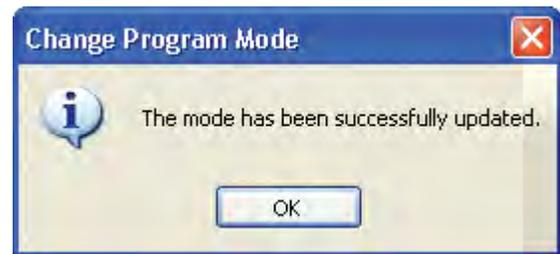

Figure 4.58 : Changement de mode
- Lorsque le mode est changé, le logiciel le confirme en faisant apparaître la boîte de dialogue de la figure 4.58.
- Lorsque le mode est modifié, le logiciel le confirme en faisant apparaître la boîte de dialogue de la figure 4.58.